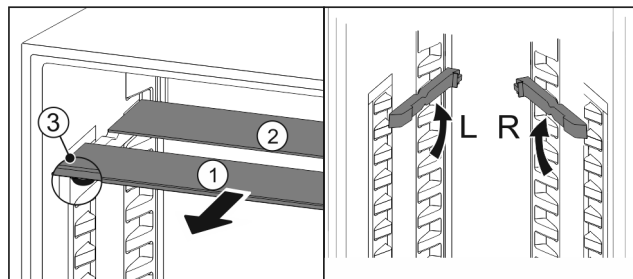

Fig. 112
- ▶ Glasplatten einzeln nach vorne herausziehen Fig. 112 (1).
- ▷ Glasplatte Fig. 112 (1) mit Zierleiste liegt vorne.
- ▷ Stopps Fig. 112 (3) zeigen nach unten.